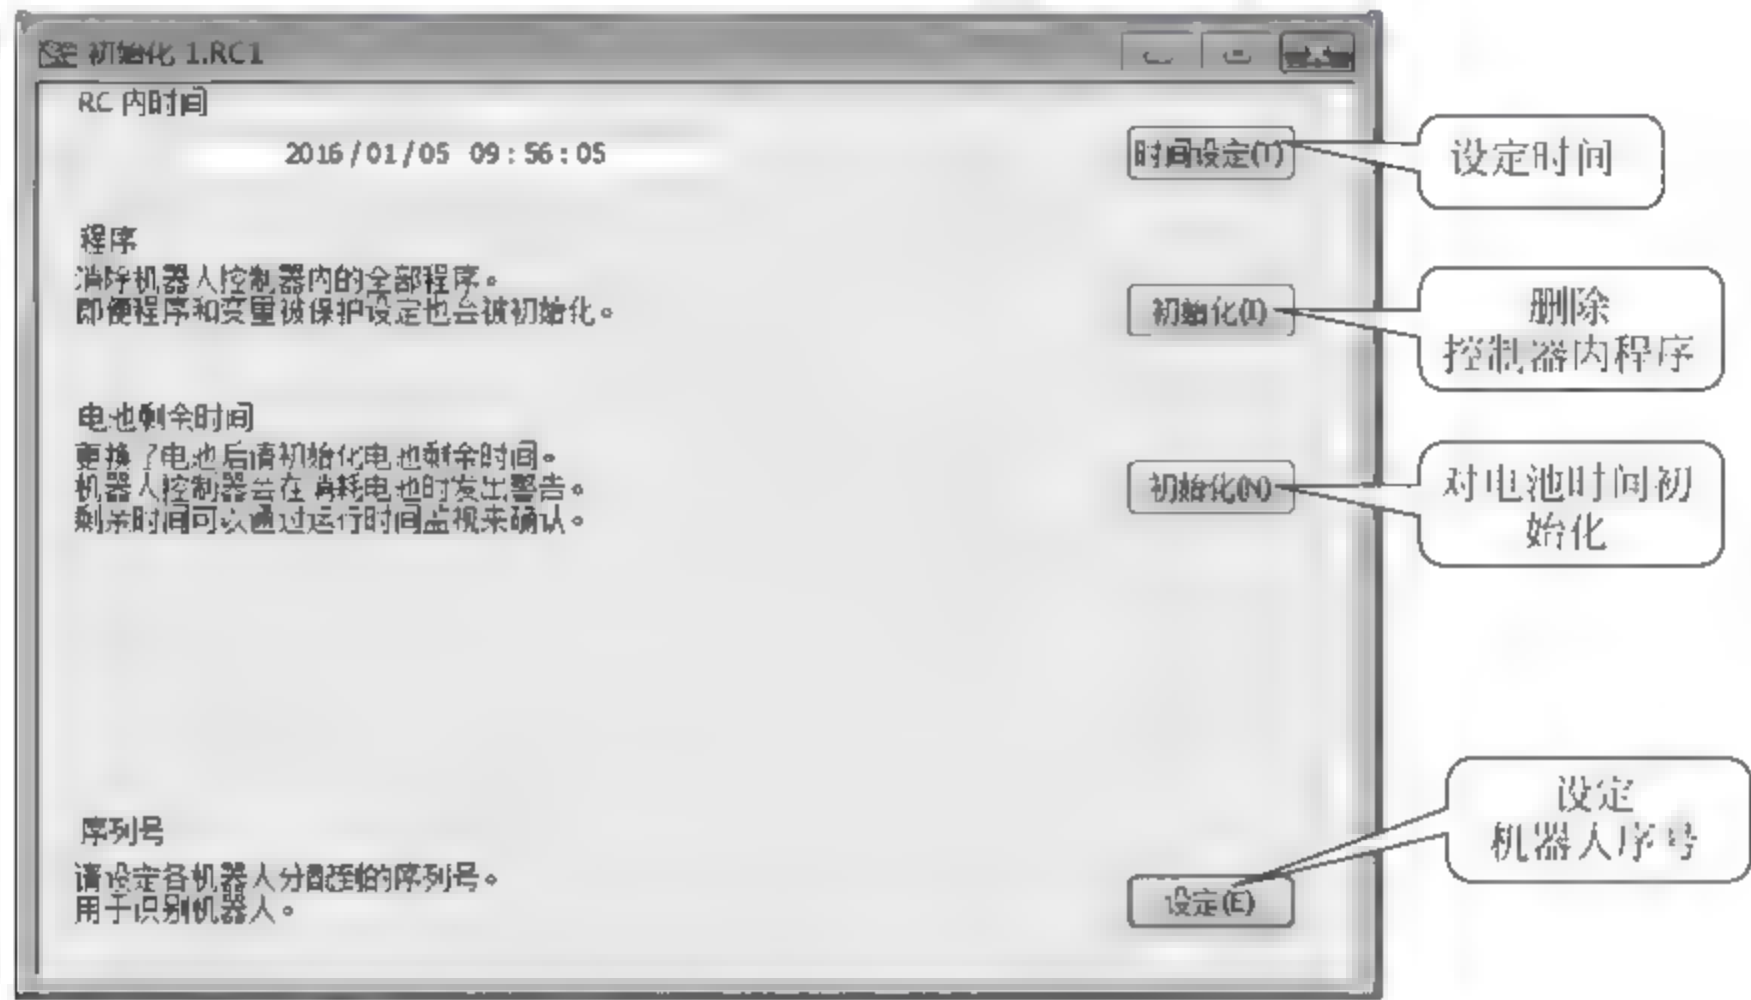

图 8-3 初始化操作框
- ① 时间设定;
- ② 删除所有程序；
- ③ 电池剩余时间的初始化；
- ④ 控制器的序列号的确认设定。
(2) 操作方法如图 8-3 所示。
- ① 打开 RT 软件,单击“维护”→“初始化”,弹出如图 8-3 所示“初始化”设置框。
- ② 对程序进行“初始化”——删除控制器内所有程序。
- ③ 设定“当前时间”。